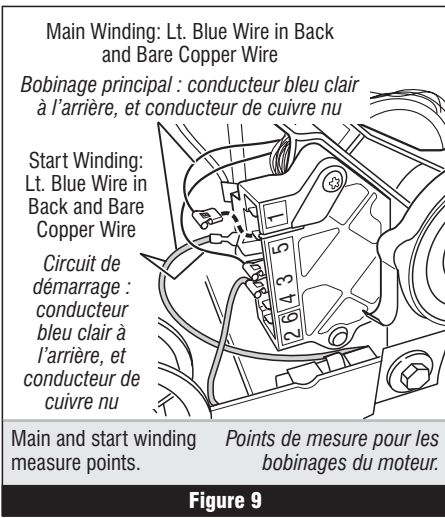

Figure 9
6. Remove the bare copper wire terminal from pin 5 of black drive motor switch. See figure 9.
7. Using figure 9, check for the resistance values of the motor's Main and Start winding coils as shown in the following table.
6. Débrancher le connecteur du conducteur de cuivre nu de la broche 5 du commutateur noir du moteur. Voir figure 9.
7. Consulter la figure 9. Mesurer les valeurs de résistance des bobinages du moteur (bobinage principal et bobinage de démarrage). Voir le tableau suivant.